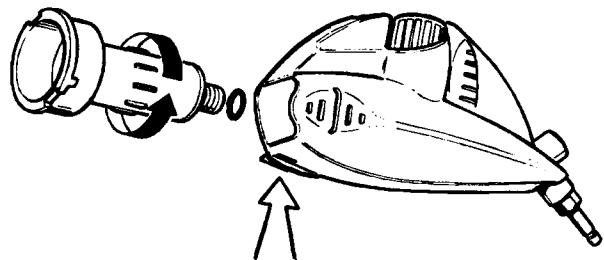

Abb. 3
1. Entriegelungszunge drücken (siehe Pfeil in Abb. 3), um den Filter zu entriegeln.